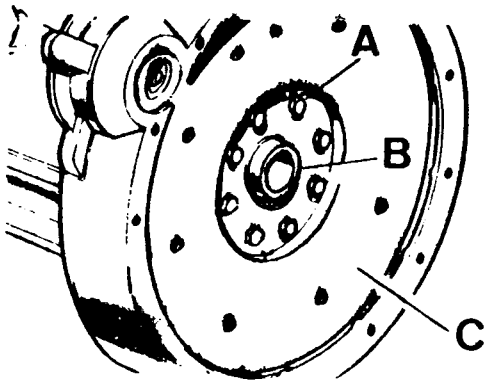

Fig. A1-94 Desmontaje del volante
- 1.4. Desmontar los tornillos, A (Fig. A1-94) que fijan el volante y la placa de freno, B.
- 1.5. Extraer el volante, C (Fig. A1-94), haciendo uso del extractor, 192023.
- 2.2. Instalar la placa freno, B (Fig. A1-94) y los tornillos de fijación del volante, A, aplicándole a las roscas unas gotas de Loctite 601 y apretándolos alternativamente a una tensión de 14 mkg.